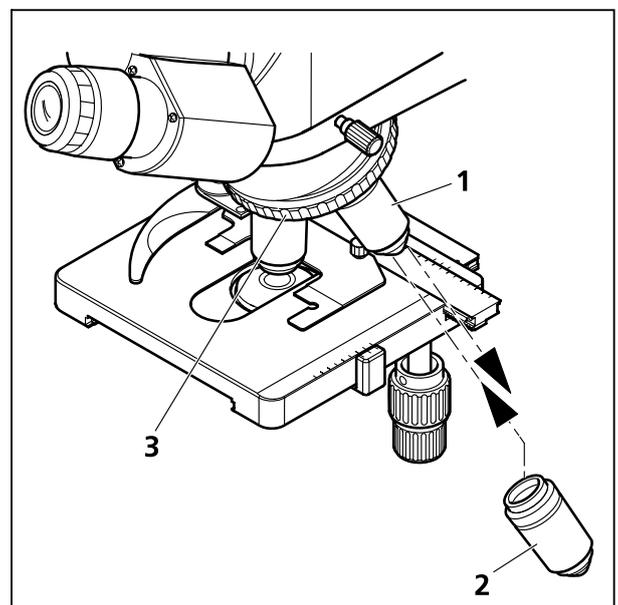

Figura 14 Cambiar un objetivo
- Llevar el objetivo a cambiar (Figura 14/1) a la posición lateral girando el revólver portaobjetivos (Figura 14/3).
- Enroscar el objetivo deseado (Figura 14/2) hasta el tope en el revólver portaobjetivos.